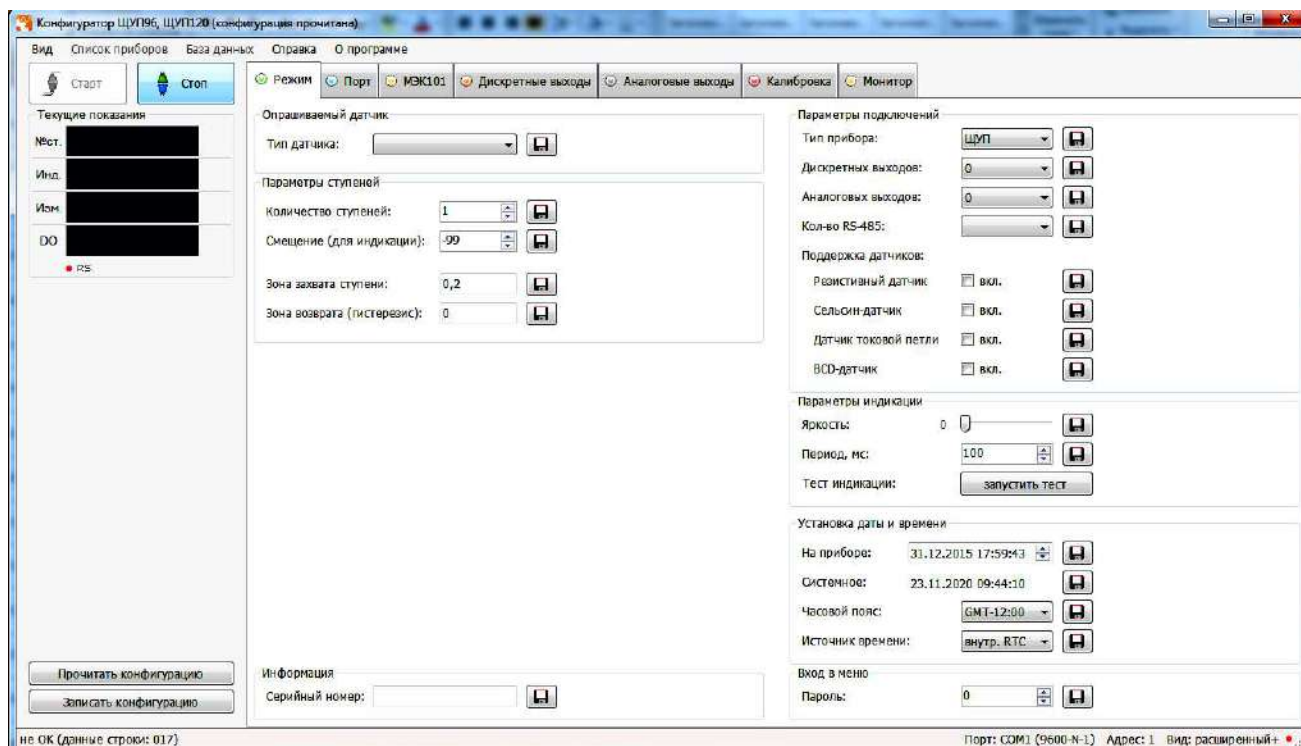

Рисунок 2 – Конфигуратор ЩУП96, ЩУП120 (вкладка «Режим»)
Основные (стандартные) настройки указателя осуществляются во вкладке «Режим» (рисунок 2).
3.7.3.2 Во время настройки указателя можно убедиться в том, что данные, полученные компьютером от указателя, совпадают с показаниями цифровых индикаторов. Данные, показываемые на цифровых индикаторах указателя, идентичны значениям, отображаемым в поле «Текущие показания» программы-конфигуратора (рисунок 2).
- в основном окне программы во вкладке «Режим» нажать кнопку «запустить тест» (рисунок 2).